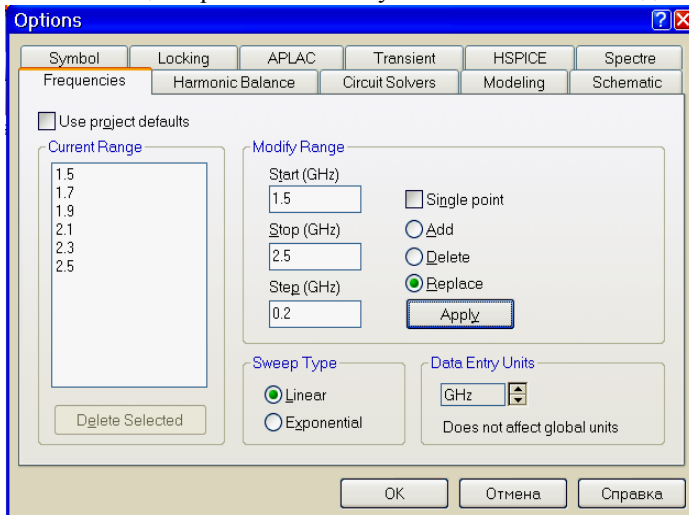

Рис. 4.12
2. Щёлкните правой кнопкой мышки по подгруппе **DC BIAS** и выберите **Options**. Откроется диалоговое окно **Options** (рис. 4.12).
4. Установите **GHz** в поле **Data Entry Unit**, щёлкая левой кнопкой мышки по стрелке справа от этого поля, введите **1.5** в поле **Start**, введите **2.5** в поле **Stop**, введите **0.2** в поле **Step**, выберите **Replace** (Заменить) и нажмите **Apply** (Применить). Диапазон частот отображается в окне списка **Current Range** (см. рис. 4.12). Нажмите **OK**.